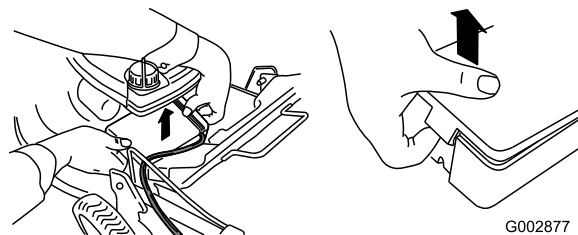

Figura 46
1. Desenganche ambos extremos de la tapa de la batería y retírela (Figura 46).